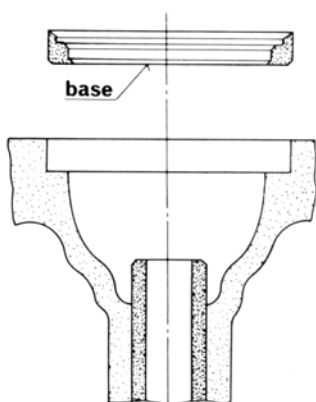

FIG 21
1. Posicione a sede postiça com a base (face chanfrada **Fig. 21**) voltada para o alojamento.